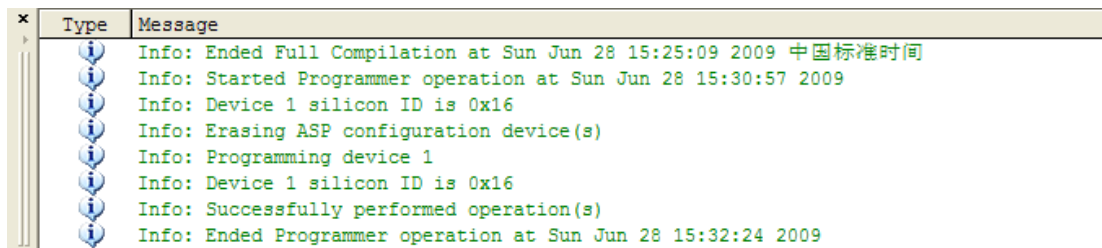

图 9-13 烧写 FPGA 配置到 Flash 完成
24. 等待烧写完毕，直到右上角进度条 100%，状态栏显示 Ended 信息，如图 9-13。